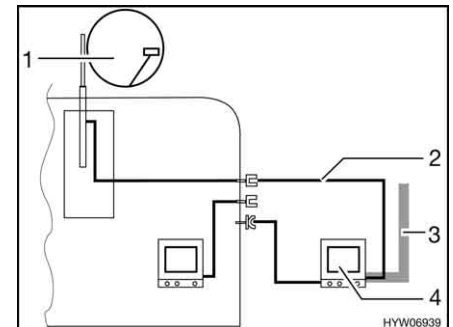

Bild 134 TV im Vorzelt
- TV im Vorzelt (Bild 134,4): Anschluss an Dachantenne (Bild 134,1) mit Verbindungskabel (Bild 134,2)
- TV im Vorzelt (Bild 134,4): Anschluss an externe Antenne (Bild 134,3)